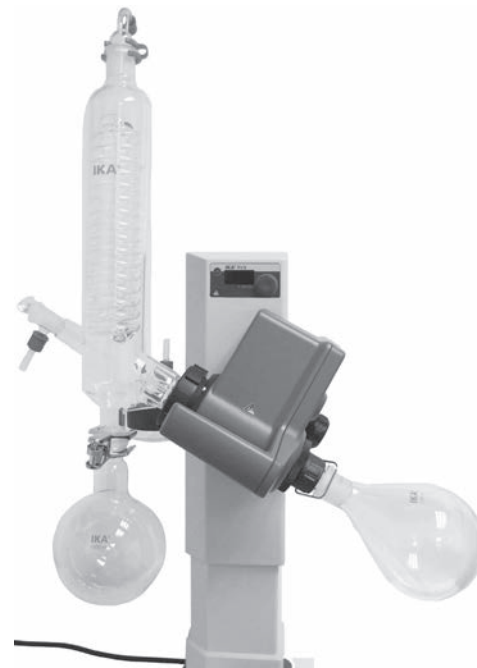

Fig.18
- 그림과 같이 리시빙 플라스크와 호스 커넥터를 고정합니다. 유리 제품의 작동 설명서도 참조하십시오. (Fig.18)